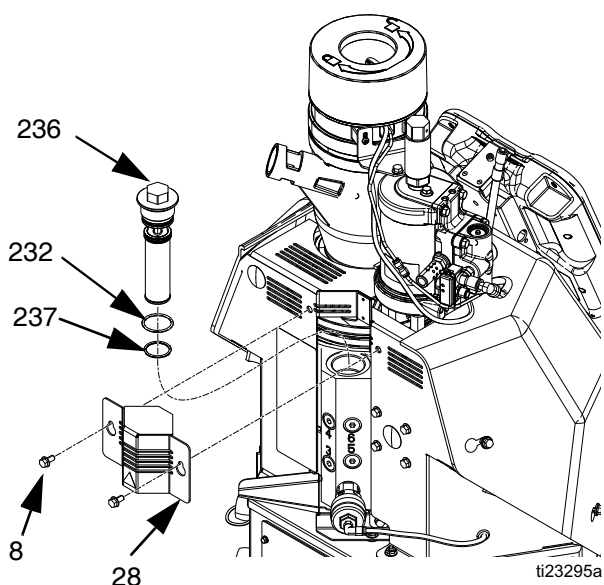

FIG. 23
4. Lossa på två skruvar (8) och dra sedan det lilla metallhöljet (28) på baksidan av systemet uppåt. Se FIG. 23.
5. Skruva loss utloppsfiltret (236) med en 1 tums hylsnyckel.
6. För in insexnyckeln genom utloppsfiltrets lock och lyft upp filtret (236) ur systemet.
8. Placera o-ringarna (232, 237) som medföljer det nya utloppsfiltret på det nya filtret (236).
10. Montera det lilla metallhöljet (28) ovanpå utloppsfiltret och dra sedan åt två skruvar (8).